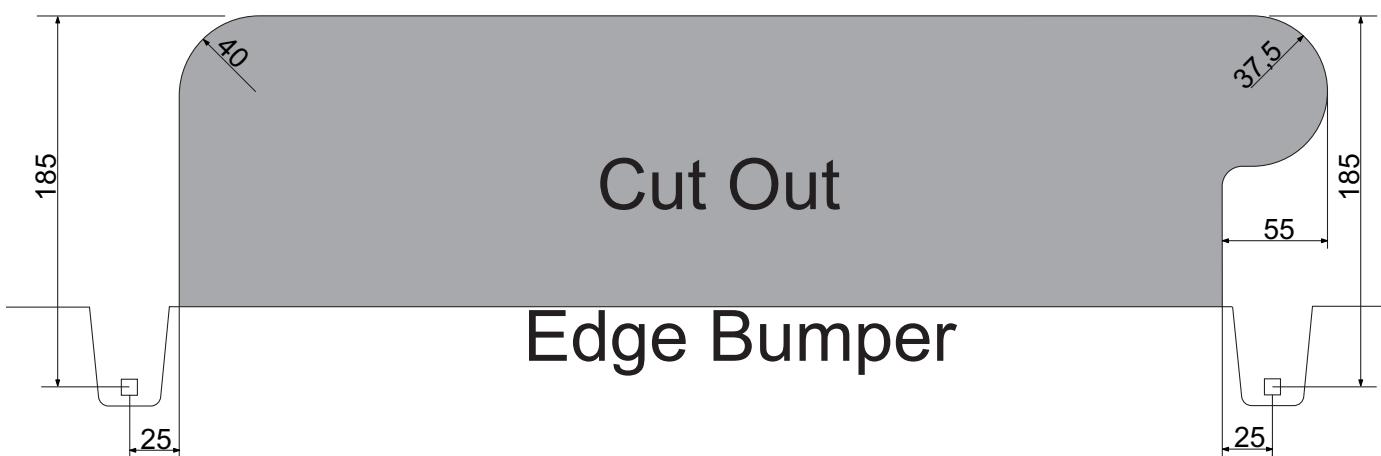

Fig. 4
8. Saw a section out of the middle of the underside of the bumper as shown in fig 4.
8. Auf der Unterseite der Stoßstange einen Teil aus der Mitte gemäß Abbildung 4 herausschneiden.
9. Placerera en del båda PE-skumblockens som tättning i chassiskarmarna. Tillslit de vinkelskärningsknivarna och montera den här (se fig. 4).